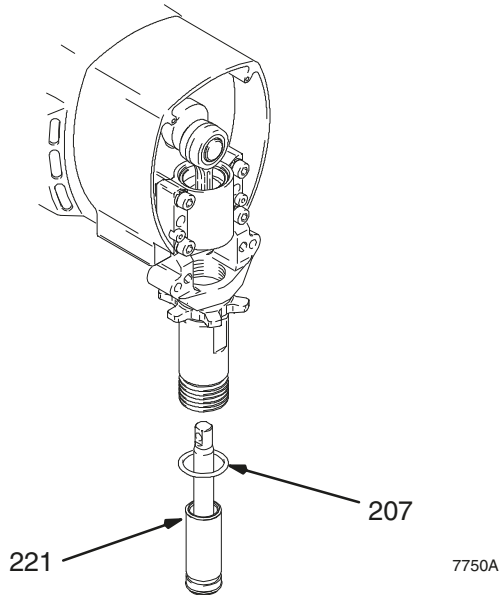

Fig. 18
Fig. 18. Ingrassare l'anello di tenuta (221) e metterlo sulla camicia. Far scorrere il gruppo camicia/biella del pistone sulla parte inferiore del cilindro. Sostituire l'anello di tenuta (207) se si desidera.